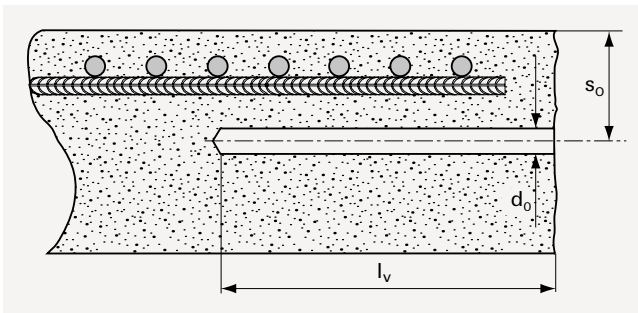

Abb. 4: Verankerung nahe am Bauteilrand
- Der Ausführende hat mit darauf zu achten, dass bei einer Verankerung nahe am Bauteilrand (Abb. 4) die Mindestbetondeckung **min c** (Tab. 1) und der Mindeststabsabstand **min a_s** (Gl. 1) der eingemörtelten Bewehrungsstäbe eingehalten werden. Anderenfalls die Arbeiten einstellen und den Statiker informieren bzw. befragen.